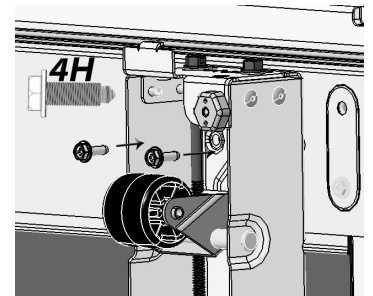
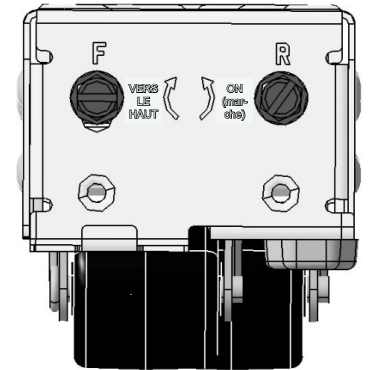

Fig. 5
Fig. 6
- c. À l'aide des boulons 4H de l'étape 1, fixez l'avant de l'assemblage du niveleur au réfrigérateur/ congélateur à l'aide d'un tourne-écrou de $\frac{5}{16}$ po (Fig. 5). Pour les étapes 3b et 3c, si vous avez besoin de plus d'espace pour le tourne-écrou, tournez le boulon étiqueté F dans le sens horaire (Fig. 6) à l'aide d'un tournevis à tête plate ou d'une clé à douille de $\frac{3}{8}$ po.
11. a. Faites glisser la garniture latérale gauche en place en guidant soigneusement les crochets de la garniture latérale dans les fentes de fixation de la garniture latérale. La Fig. 5 montre une vue intérieure.